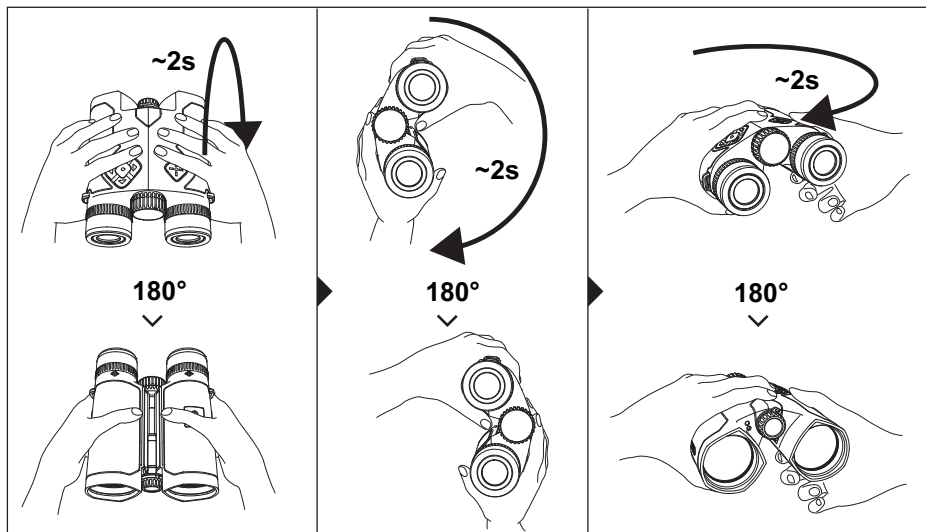

Fig. 1: Compensazione della bussola - prima parte
- Prima si eseguono vari movimenti di rotazione con il VECTOR X (vedi Fig. 1).
4. Ruotare il VECTOR X nelle direzioni indicate, una dopo l'altra (vedi Fig. 1).